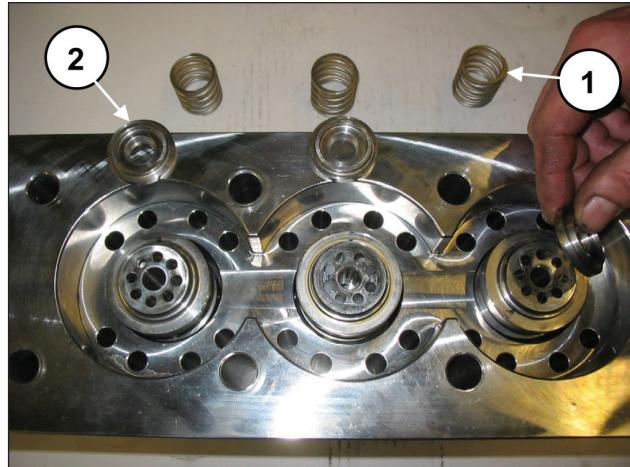

Fig. 103
**Durante lo smontaggio delle camicie fare attenzione a non disperdere molle valvola e le valvole piane (pos. ① e ②, Fig. 103) in quanto non essendo bloccate potrebbero cadere.**